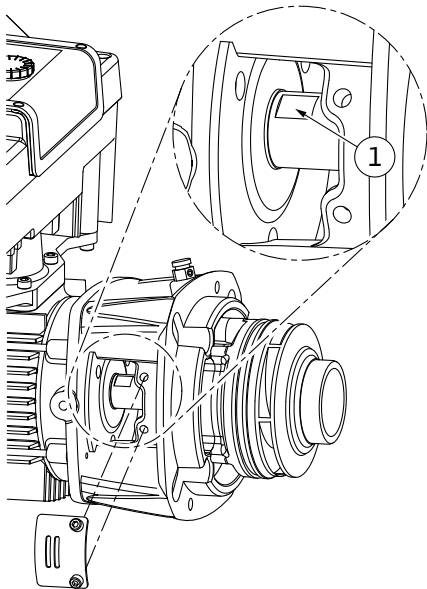

Fig. 105: Miejsca przyłożenia klucza na wale
14. Wprowadzić w okienko latarni klucz płaski (rozmiar klucza 22 mm) i przytrzymać wał za miejsca przyłożenia klucza (Fig. 105, poz. 1). Wykręcić nakrętkę wirnika (Fig. I, poz. 22). Wirnik (Fig. I, poz. 21) zostanie automatycznie ściągnięty z wału.
3. Wprowadzić w okienko latarni klucz płaski (rozmiar klucza 22 mm) i przytrzymać wał za miejsca przyłożenia klucza (Fig. 105, poz. 1).
10. Wprowadzić w okienko latarni (Fig. IV, poz. 38) klucz płaski (rozmiar klucza 32 mm) i przytrzymać wał za miejsca przyłożenia klucza (Fig. 105, poz. 1). Zamontować wirnik z podkładką/podkładkami i nakrętką. Dokręcić nakrętkę. Zapobiec uszkodzeniu uszczelnienia mechanicznego na skutek skręcenia.